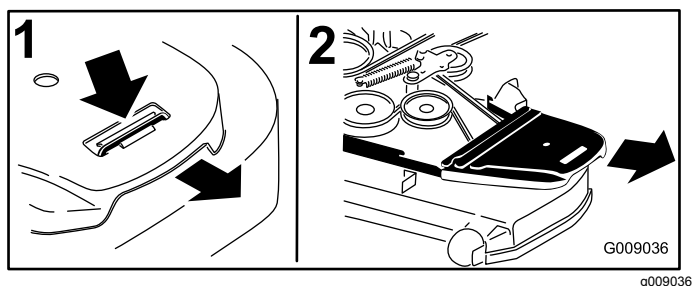

Figura 2
2. Retire la cubierta de la correa de la derecha (Figura 2).